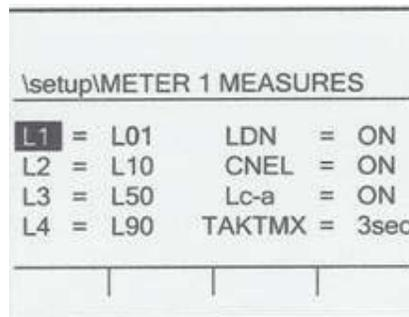

Figura 4-2: Pantalla de MEDIDAS
2. En la pantalla CONFIG, seleccione MEDIDAS y oprima ACEPTAR. Aparece la pantalla como en la Figura 4-2